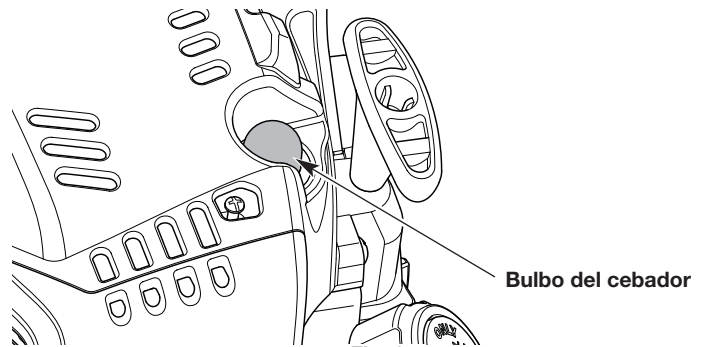

Fig. 8
3. Presione y luego suelte el bulbo del cebador lentamente **10 veces** (Fig. 8).